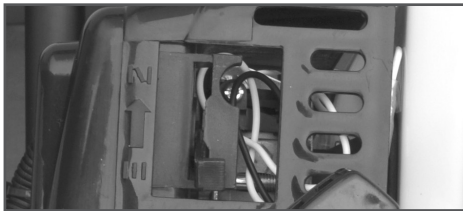

Рис. 6 Рычаг управления воздушной заслонкой
4. Закройте воздушную заслонку. Для этого рычаг управления заслонки переведите в верхнее положение (Рис. 6).
7. После первой вспышки переведите рычаг управления воздушной заслонки в положение «ОТКРЫТО» (Рис. 6). Проверните коленчатый вал двигателя ручным стартером до тех пор, пока не почувствуете сопротивление, затем медленно опустите ручку стартера вниз. Снова медленно потяните за ручку стартера, пока не почувствуете, что стартер вошел в зацепление с маховиком, после чего, резко и с усилием потяните за ручку стартера. Повторите это действие 1-3 раза, двигатель должен запуститься.